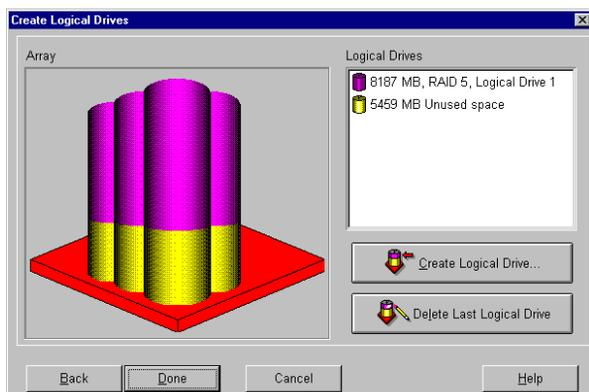

Figure 7-20 : Assistant d'expansion – Écran Create Logical Drives (Créer des unités logiques)
5. Cliquez sur le bouton **Next** (Suivant) en bas de l'écran. L'écran indiqué dans la figure 7-20 s'affiche.